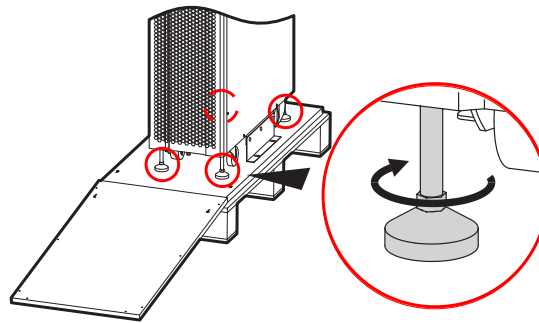

Рис. 3-5 Опорные ножки
- Шаг 7 Закрутите опорные ножки, как показано на Рис. 3-5.